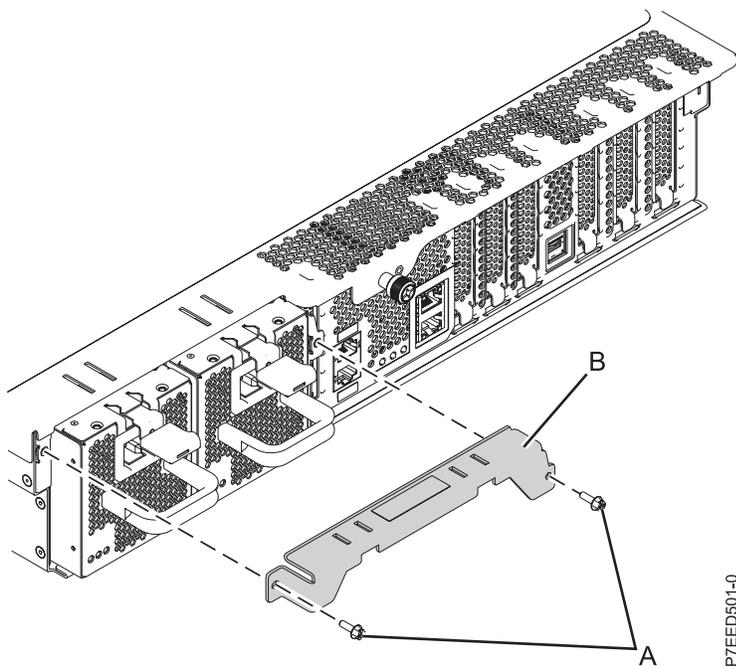

Figura 10. Extracción de la abrazadera de transporte
4. Extraiga la abrazadera de transporte que está en el lado izquierdo de la parte posterior del sistema antes de conectar los cables, como se muestra en la Figura 10. Para extraer la abrazadera de transporte, siga estos pasos:
- a. Quite los dos tornillos (A).